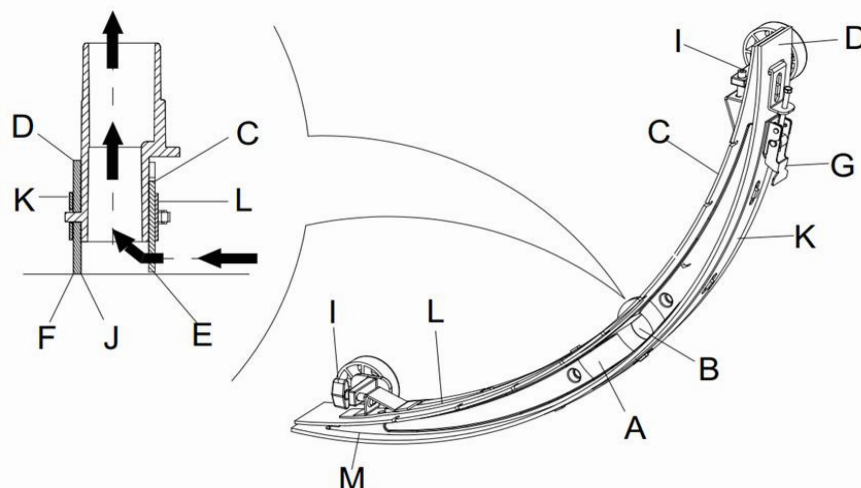

Abbildung 15
2. Drücken Sie den Netzschalter (41) auf die "O"-Position und schalten Sie das Gerät aus.
3. Lösen Sie die Feststellknöpfe (16) des Abstreifers; entfernen Sie den Anschluss für die Verbindung des Schmutzwasser-Vakuumsrohrs zum Abstreifer, und entfernen Sie den Abstreifer.
4. Verwenden Sie den Hebel des Abstreifers (14), um den Tragrahmen des Abstreifers anzuheben.
5. Reinigen Sie den Abstreifer (**Abbildung 15**). Reinigen Sie insbesondere die Nut (**A, Abbildung 15**), und entfernen Sie Schmutz und Fragmente aus dem Vakuum-Rohr. Prüfen Sie, ob das vordere Abstreiferband (C) und das hintere Abstreiferband (D) intakt sind, und ob es gebrochene Kanten und Risse gibt. Tauschen Sie sie, falls erforderlich, aus (siehe Schritte im folgenden Abschnitt).
1. Folgen Sie den Anweisungen, die im Abschnitt Reinigen des Abstreifers aufgeführt sind (**Abbildung 15**).
2. Überprüfen Sie die Kante (**E, Abbildung 15**) des vorderen Abstreiferbands und die Kante (F) des hinteren Abstreiferbands (D). Sie sollten über die gesamte Länge auf der gleichen Ebene liegen. Passen Sie sonst ihre Höhen durch folgende Vorgehensweise an.
- Lösen Sie die Klammer (G), um das hintere Abstreiferband (D) von der Halterung (M) zu lösen, um die Position des Abstreifers anzupassen. Arretieren Sie nach der Einstellung die Klammer wieder.
- Lösen Sie die Schraube am Griff (I), um das vordere Abstreiferband anzupassen (C); ziehen Sie die Griffschraube nach der Einstellung wieder fest.
3. Prüfen Sie, ob das vordere Abstreiferband (C) und das hintere Abstreiferband (D) intakt sind, und ob es gebrochene Kanten und Risse gibt. Falls erforderlich, wechseln Sie sie in der folgenden Art und Weise aus. Überprüfen Sie die vordere Kante des hinteren Abstreiferbands (J), ob es abgenutzt ist. Wenn es abgenutzt ist, kann es anders herum installiert werden (die Oberkante muss intakt sein). Wenn die obere Kante ebenfalls abgenutzt ist, wechseln Sie das Band wie folgt aus:
- Öffnen Sie die Klammer (G), um das Druckblatt von der Halterung (M) zu lösen, entfernen Sie die Klammerschiene (K), und wechseln Sie dann das hintere Abstreiferband (D) aus oder drehen Sie es anders herum. Installieren Sie das hintere Abstreiferband in der umgekehrten Reihenfolge.
- Lösen Sie die Griffschraube (I) und entfernen Sie die Frontklammerschiene (L), und wechseln Sie dann den vorderen Abstreifer (C). Installieren Sie das vordere Abstreiferband in der umgekehrten Reihenfolge. Passen Sie das Niveau des hinteren und vorderen Abstreiferbands nach Austausch des Abstreiferbands (oder der umgekehrten Installation) an, indem Sie den oben beschriebenen Schritten folgen.
4. Verbinden Sie das Vakuum-Rohr (11) mit dem Abstreifer.
5. Installieren Sie den Abstreifer und verwenden Sie den Knopf (16), um ihn festzuziehen, und dann schließen Sie das Vakuum-Rohr an den Abstreifer an.
6. Falls nötig, stellen Sie den Abstreifer durch das Einstellrad (20) ein (siehe Verfahren zum Einstellen der Abstreiferposition).